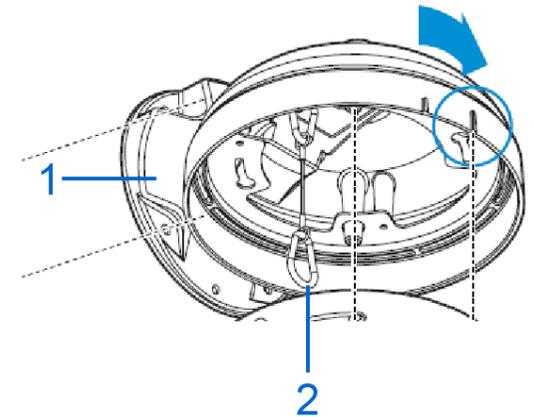

图 2
2. 将安装板上的孔与壁式基座 (1) (图 2) 上的孔对齐，将安装板与壁式基座一起向安装表面提起。
5. 将安全绳 (2) (图 2) 连接到支架护盖与摄像头基座上的“挂钩”。